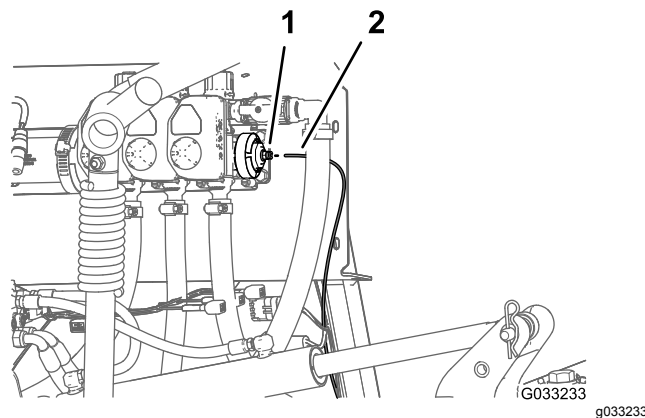

Figura 25
- Presione el anillo del acoplamiento del tubo en el tapón extremo de la válvula de sección del brazo derecho (Figura 25).
- Tire del tubo del sensor de presión del indicador del salpicadero para sacarlo del acoplamiento del tubo (Figura 25).